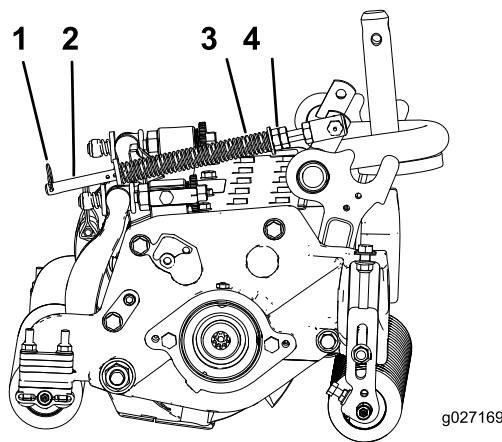

Figura 16
1. Asigurați-vă că tiftul în formă de agrafă este montat în orificiul posterior al tijei arcului (Figura 16).
2. Strângeți piulițele hexagonale pe capătul frontal al tijei arcului, până când lungimea comprimată a arcului este de 15,9 cm (Figura 16).